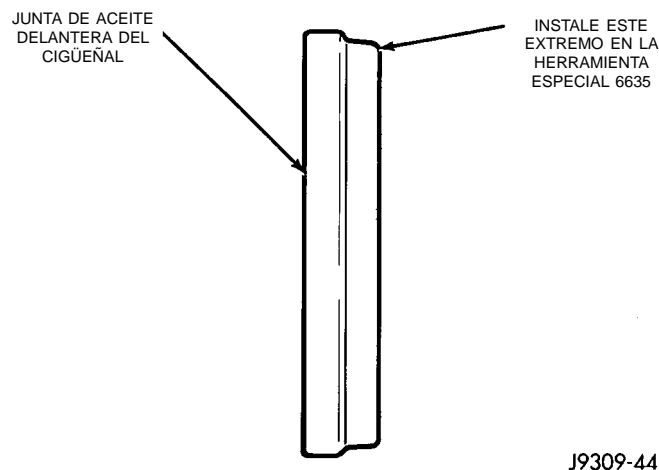

Fig. 42 Colocación de la junta de aceite en la Herramienta de instalación 6635
(1) Desconecte el cable negativo de la batería.
(2) Retire el amortiguador de vibraciones.
(3) Si sospecha que la junta delantera pierde, verifique la alineación de la junta de aceite delantera con respecto al cigüeñal. La herramienta de instalación/alineación de juntas 6635 debería ajustar con un mínimo de interferencia. De lo contrario, debe retirarse la cubierta e instalarse correctamente.
(4) Coloque una herramienta apropiada detrás de los bordes de la junta de aceite y extraiga la junta haciendo palanca. Tenga cuidado de no averiar la superficie de la junta de la cubierta del cigüeñal.
(5) Coloque el diámetro menor de la junta de aceite sobre la Herramienta de instalación de la junta de aceite delantera 6635 (Fig. 42). Instale la junta de aceite en la acanaladura de la herramienta.